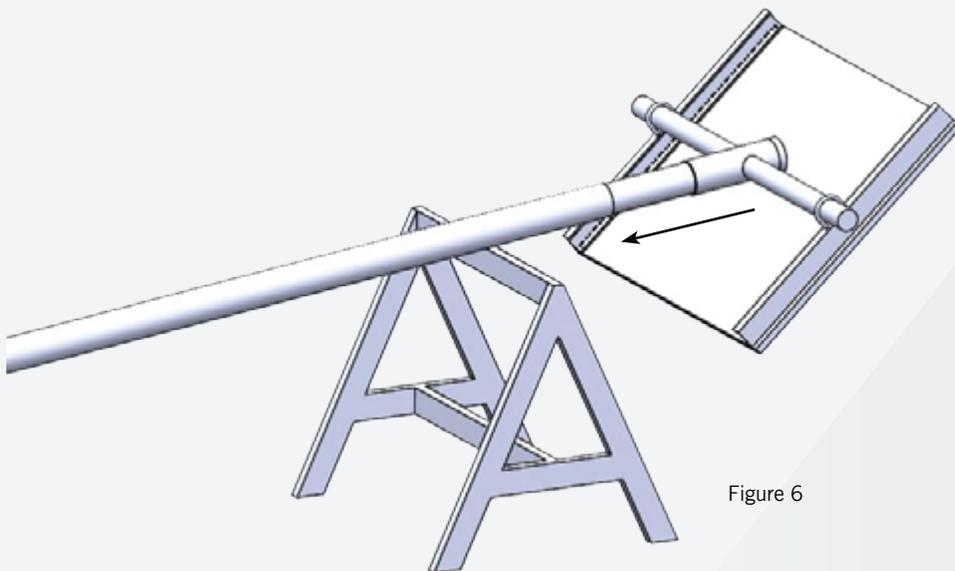

Figure 6
3. Enlever la membrane de protection couvrant le support et le panneau, passer tout le câblage dans l'ouverture supérieure du fût. Le câblage du panneau solaire (paire de fils noir/blanc) devrait atteindre l'ouverture de service à la base du fût. Insérer le support de panneau solaire dans le fût en faisant bien attention de ne pas coincer les fils (Figure 6).